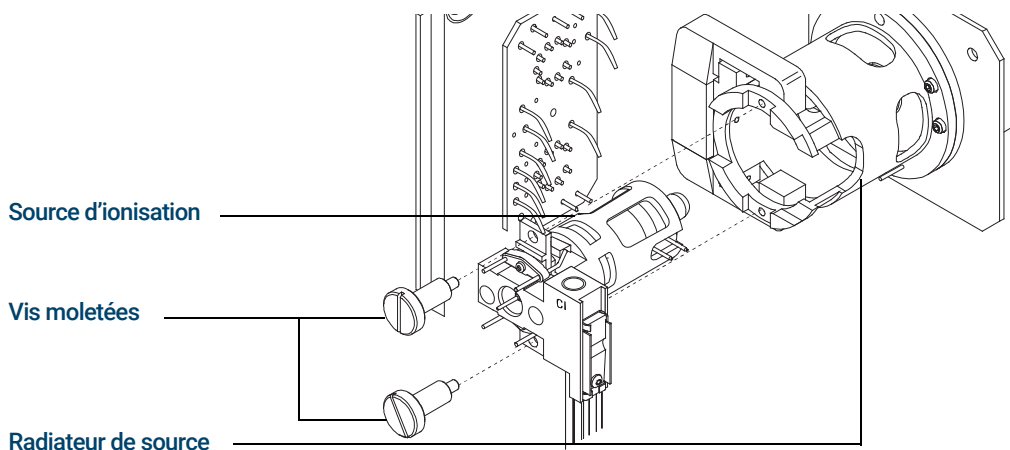

Figure 80. Installation de la source CI
- 4 Installer les vis moletées. (Voir **Figure 80**.)